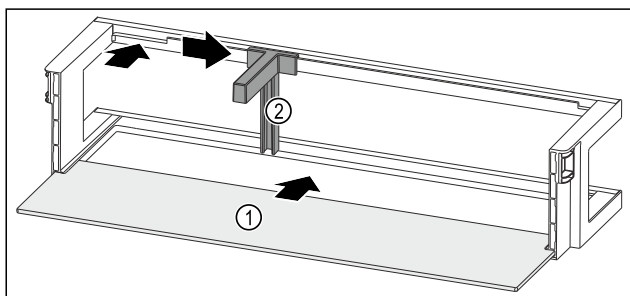

Fig. 141 Raft montat pe ușă cu raft
- Împingeți în interior raftul Fig. 141 (1) în degajările laterale.
- Introduceți suportul pentru sticle Fig. 141 (2) în degajare.
- Împingeți în lateral suportul pentru sticle Fig. 141 (2) în poziția dorită.